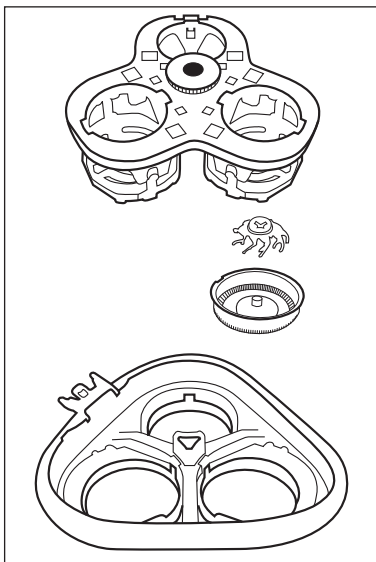

Figura 1
- 3) Carregue a coroa dentada um pouco para baixo e rode-a cuidadosamente, no sentido contrário aos ponteiros do relógios, até que o suporte das cabeças de corte possa ser levantado (ver figura 1).
- 5) Monte novamente a unidade de corte ❷ . Observe a a figura 1 como ajuda:
- Coloque as 3 cabeças de corte nos entalhes da unidade de corte ❷ . Tenha atenção ao facto de que as ranhuras na extremidade das cabeças de corte encaixem nos dispositivos de fixação do orifício.